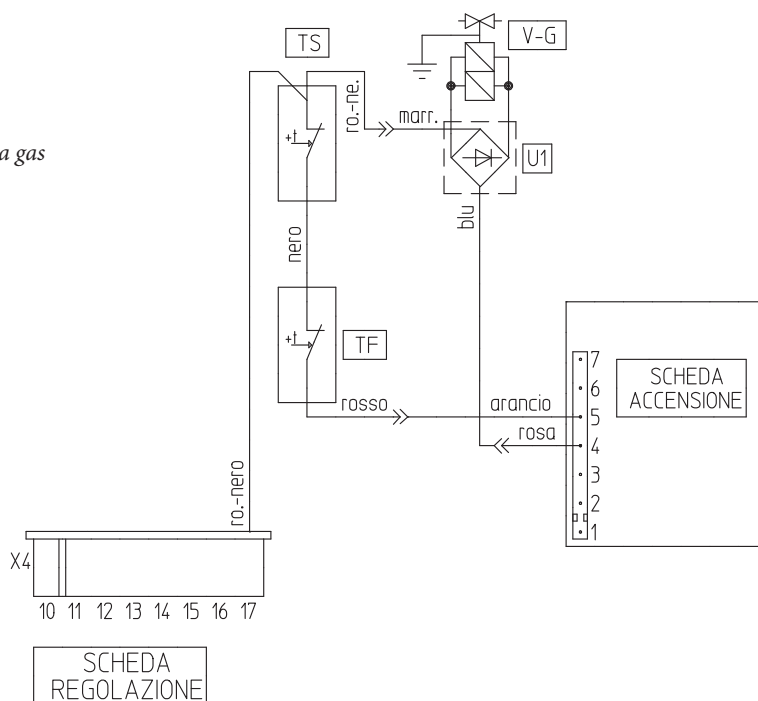

Fig. 3
- Preassemblare il termostato fumi (3) con il lamierino (2) infilando il termostato e ruotarlo di 90° accoppiandolo correttamente.
- Posizionare il termostato fumi (3) in modo che sia ben a contatto sul modulo a condensazione.
- Il lamierino (2) deve essere posizionato sotto le due viti (1) presenti nel foro d'aspirazione mediante le due asole e deve essere a battuta sul fondo camera stagna bloccando così il termostato nella posizione corretta.
- Effettuare i collegamenti elettrici (Fig. 3):
- Collegare i due faston a bandiera del cablaggio al termostato fumi (3).